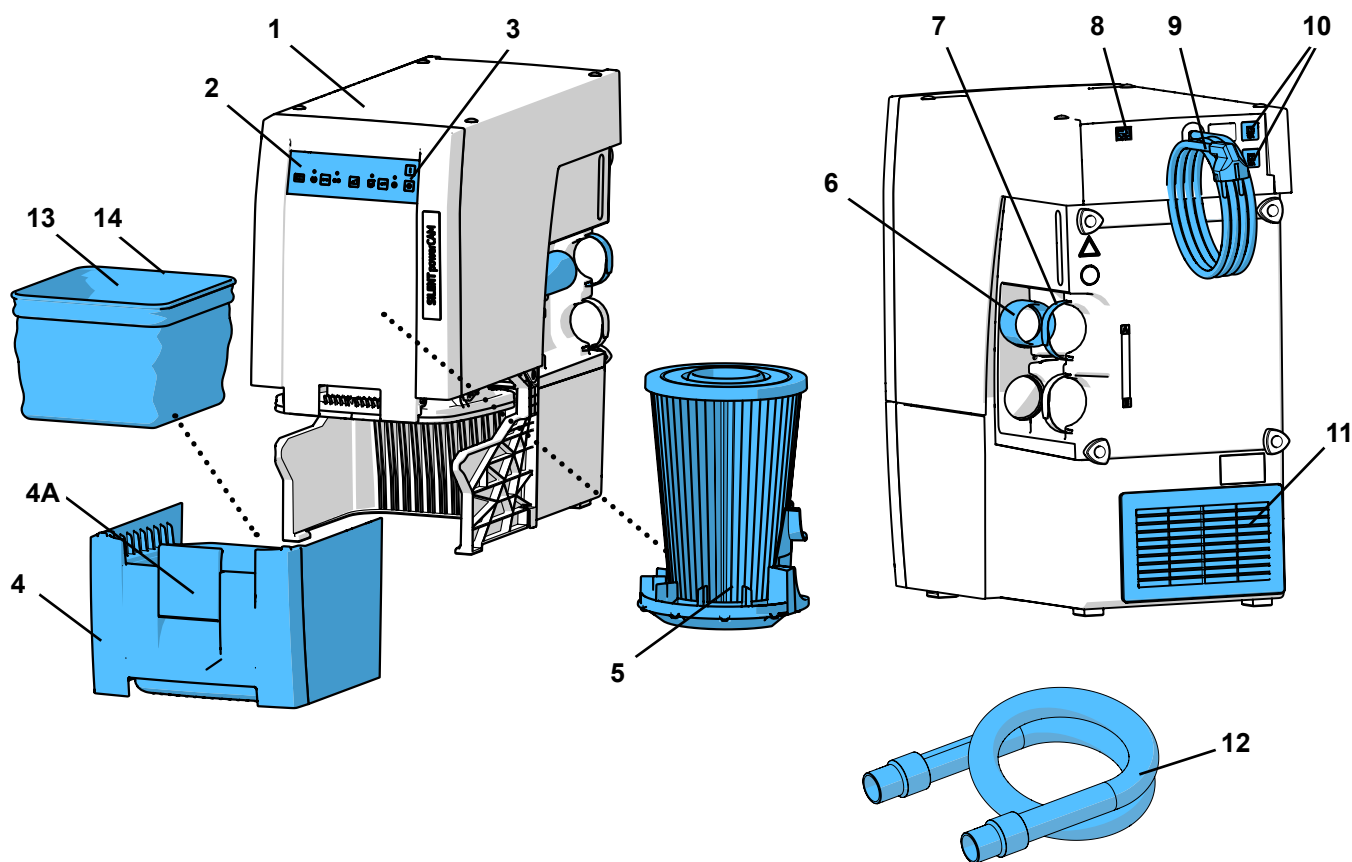

Fig. 1
- a exaustão de ar (11, Fig. 1) não fique obstruída.
- Conduza externa de exaustão (A) (ver cap. 4.6).
- Abertura na parede do armário (B), no mín. 250 x 1120 mm, diretamente à frente da exaustão de ar (11, Fig. 1).
- Remover a parede posterior do armário (C), distância das costas do armário em relação à parede: no mín. 50 mm.
⇒ Desenrole o cabo elétrico (9, Fig. 1) e insira o plugue em uma tomada da instalação elétrica do edifício.